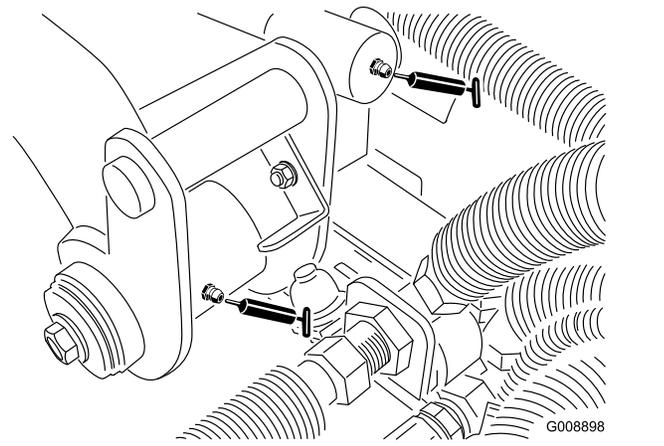

Figura 36
- 2 perni del braccio di sollevamento posteriore e cilindro di sollevamento (**Figura 36**)